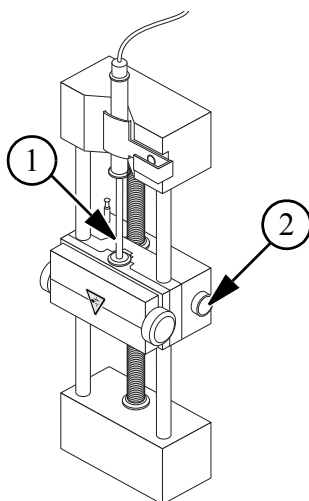

Figura 1-4 Abbassamento della siringa
1. Premere il pulsante **Release** sul lato destro della pompa a siringa per abbassare la base e inserire la siringa come mostrato in Figura 1-4.